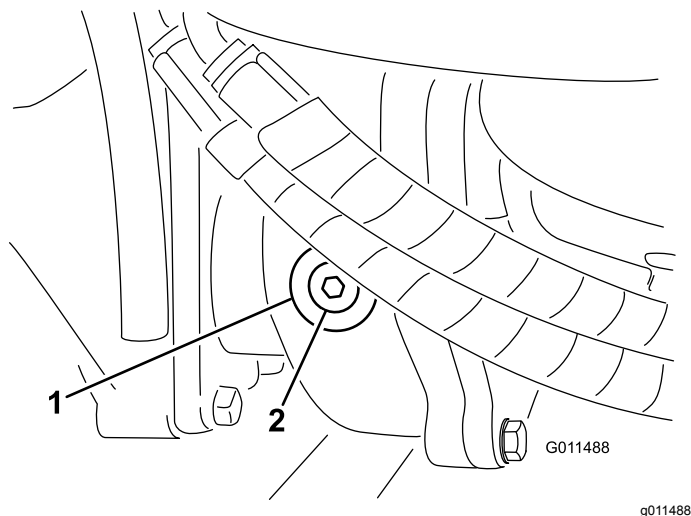

Рисунок 60
2. Снимите пробку контрольного (заливного) отверстия с левой стороны редуктора и убедитесь, что масло доходит до нижнего края отверстия (**Рисунок 60**).